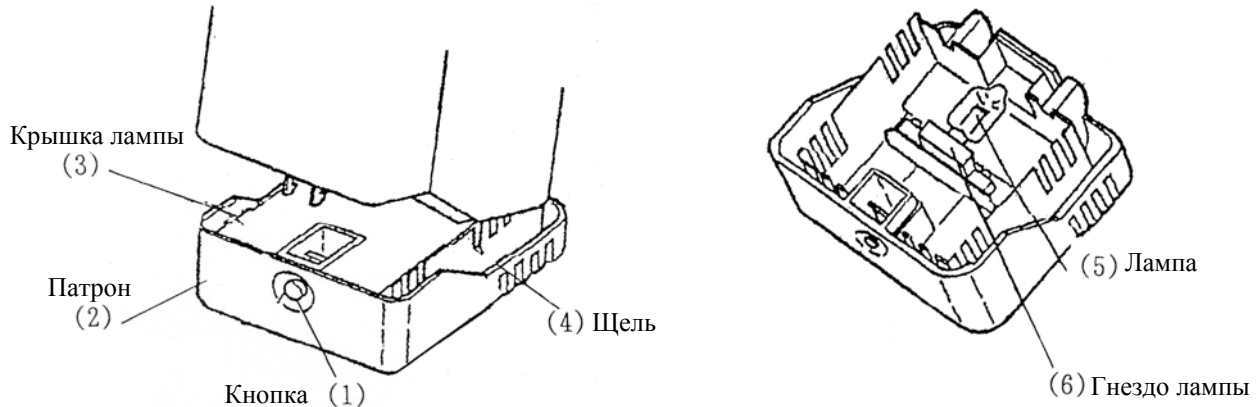

Рис. 19
Затем опустите (см. Рис. 19) патрон лампы (2) при нажатой кнопке (1).